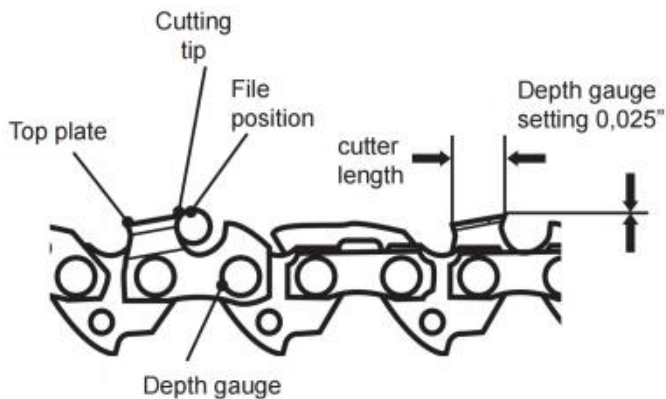

Fig. 75
9. Utilisez un instrument de mesure de profondeur pour vérifier la hauteur de la jauge de profondeur. Des gabarits de mesure de jauge de profondeur sont disponibles auprès de marchands d'outils les plus réputés (Fig. 75).